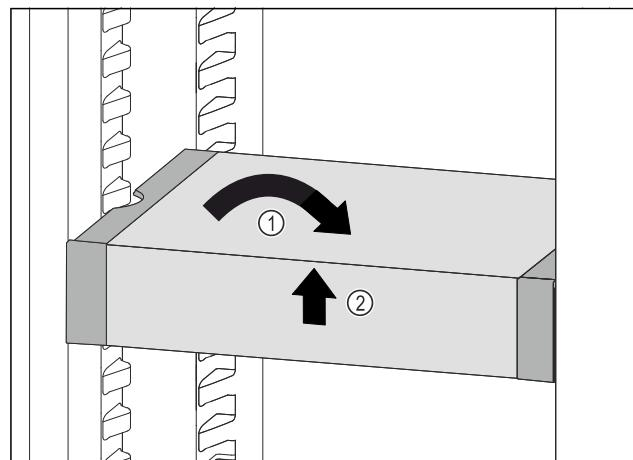

Fig. 117
- ▶ 将 VarioSafe 放平。Fig. 117 (1)
- ▶ 抬起 VarioSafe 前部。Fig. 117 (2)